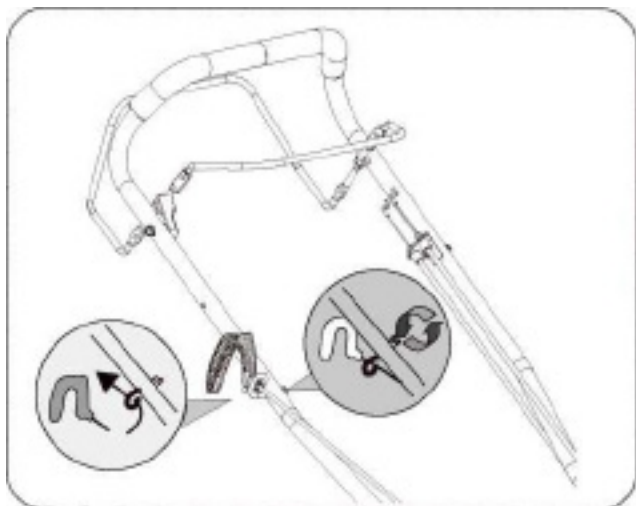

Figura 3-3
3. Pase la cuerda a través del perno de ojo. Vea la Figura 3-3.